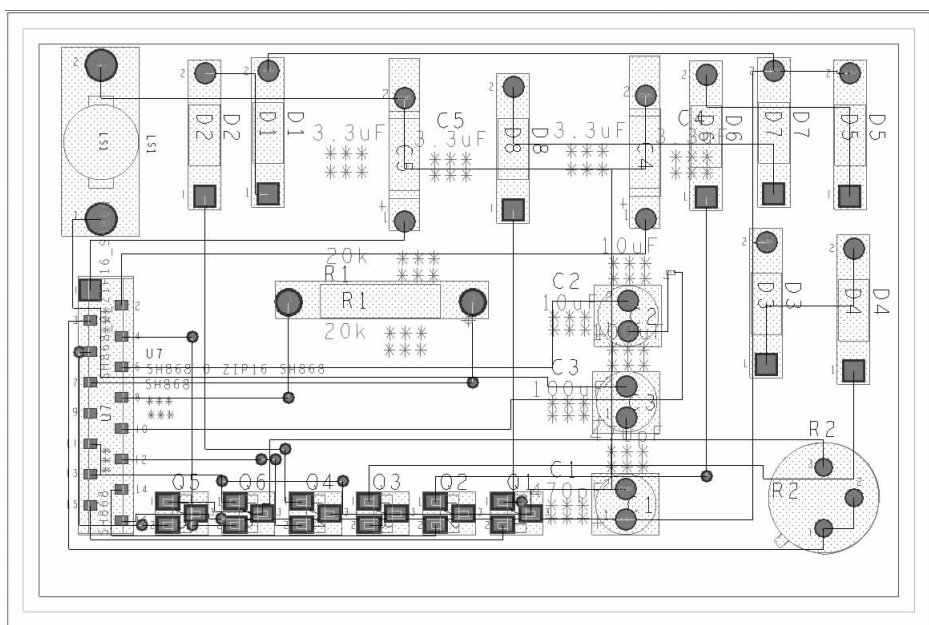

图 12-99 完成布线
4) 单击 **Gloss** 按钮, 关闭对话框。完成布线结果如图 12-99 所示。